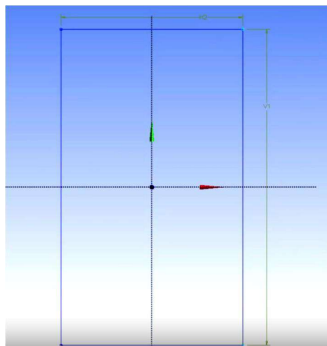

Рис. 2.4. Побудова прямокутника
(рис. 2.4).
**/SKETCHING/ DIMENSIONS/ GENERAL/** - виносимо стрілки розмірностей (рис. 2.4). Їх точні значення проставляємо у вікні **Details View (DV)**.